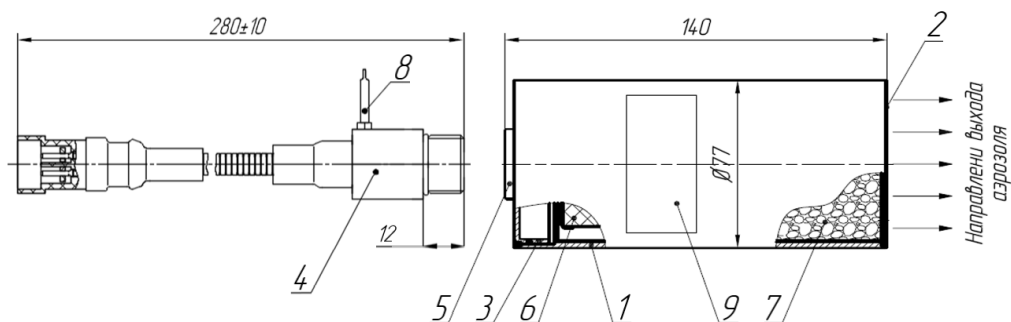

Рисунок 1 – Устройство ГОА
12. Габаритные и установочные размеры (смотри рисунок 1), мм: - длина, не более - длина с заглушкой, не более - диаметр, не более	135 140 77
6.5 Подключение ГОА к электрической цепи системы запуска производить после: завершения монтажа на объекте; отключения источника электропитания; выполнения комплекса пуско-наладочных работ системы пожарной автоматики. Перед подключением ГОА к электрической цепи пуска необходимо извлечь заглушку из отверстия в крышке **5** и установить в отверстие устройство пуска **4** (см. рисунок 1). Момент затяжки устройства пуска: 8–10 Н•м. Уплотнение соединения осуществляется резиновым кольцом, входящим в комплект устройства пуска. После монтажа устройства пуска в ГОА требуется выполнить пломбировку данного соединения, используя предусмотренную пломбовую наклейку.